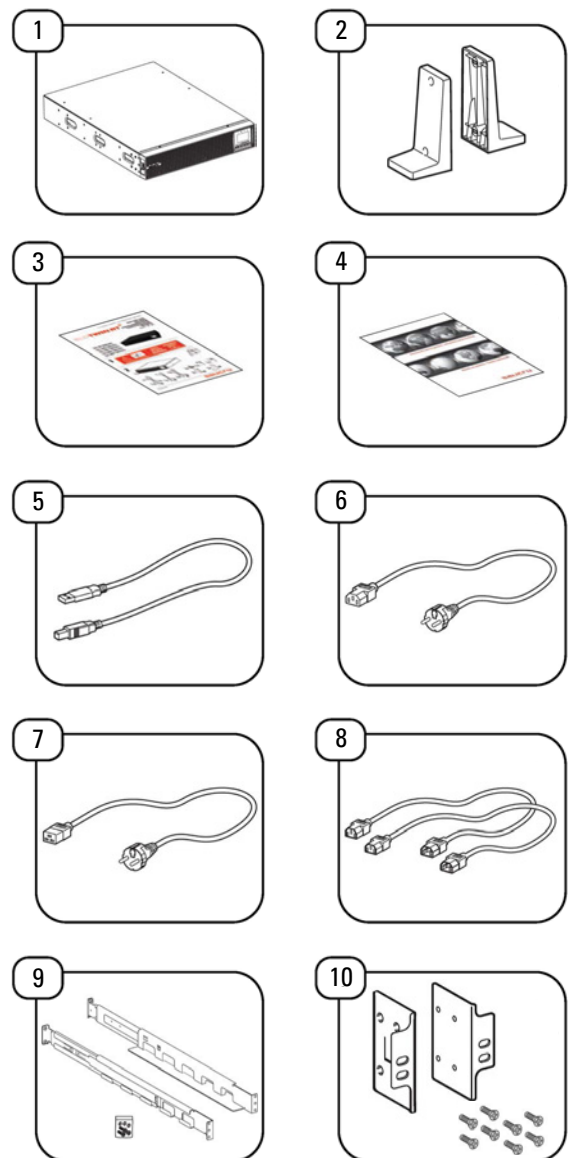

Abb. 8. Inhalt der USV-Verpackung.
1. Die beiden Laschen an jeder Seite der USV mit den mitgelieferten Schrauben unter Beachtung der richtigen Ausrichtung befestigen. (Punkt 10, Abb. 8)
Das mit der USV mitgelieferte Eingangskabel an den Eingangsanschluss der USV anschließen (Punkt 6/7, Abb. 8).